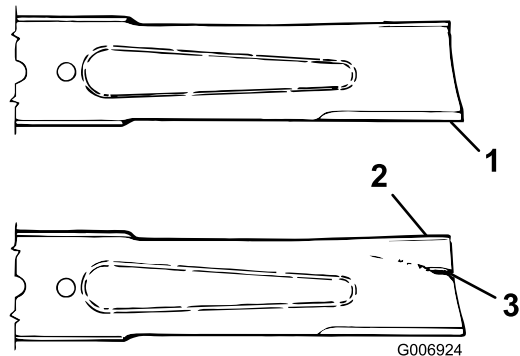

Bild 86
3. Prüfen Sie die Schnittkanten des Messers sorgfältig, insbesondere dort, wo die geraden Flächen die gebogenen berühren (Bild 86). Wenn Sie Abnutzungen (Bild 86) feststellen, sollten Sie das Messer austauschen, siehe Entfernen des Schnittmessers (Seite 67)